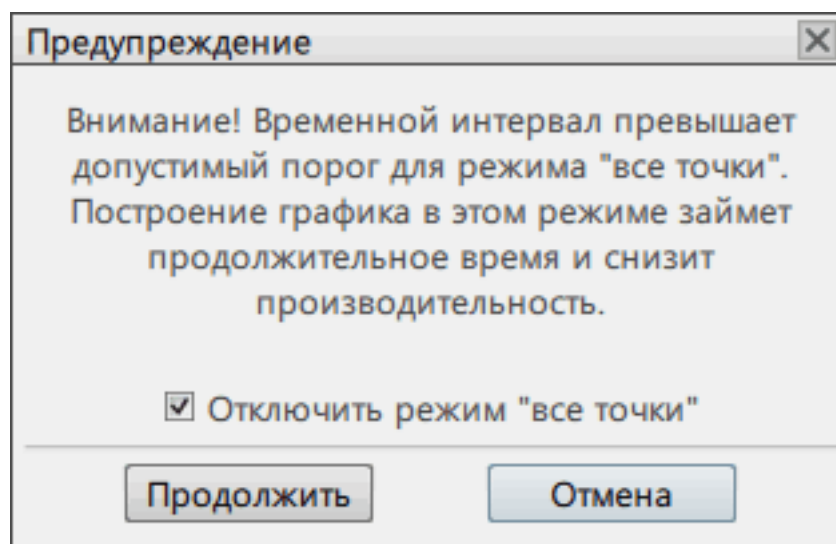

Рисунок 101 - Предупреждение при превышении порога интервала в режиме «Все точки»
1. Все точки (без агрегации). В данном режиме при превышении временного диапазона больше 10 минут появится окно с предупреждением (Рисунок 101).